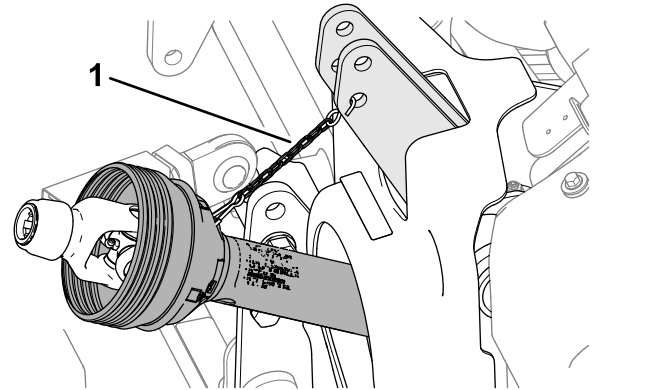

Bild 51
8. Verwenden Sie die Kette des Sicherheitsschutzblechs, um die Zapfwelle zu stützen, indem Sie die Kette zwischen dem Zapfwellenblech und der Maschine montieren (Bild 51).